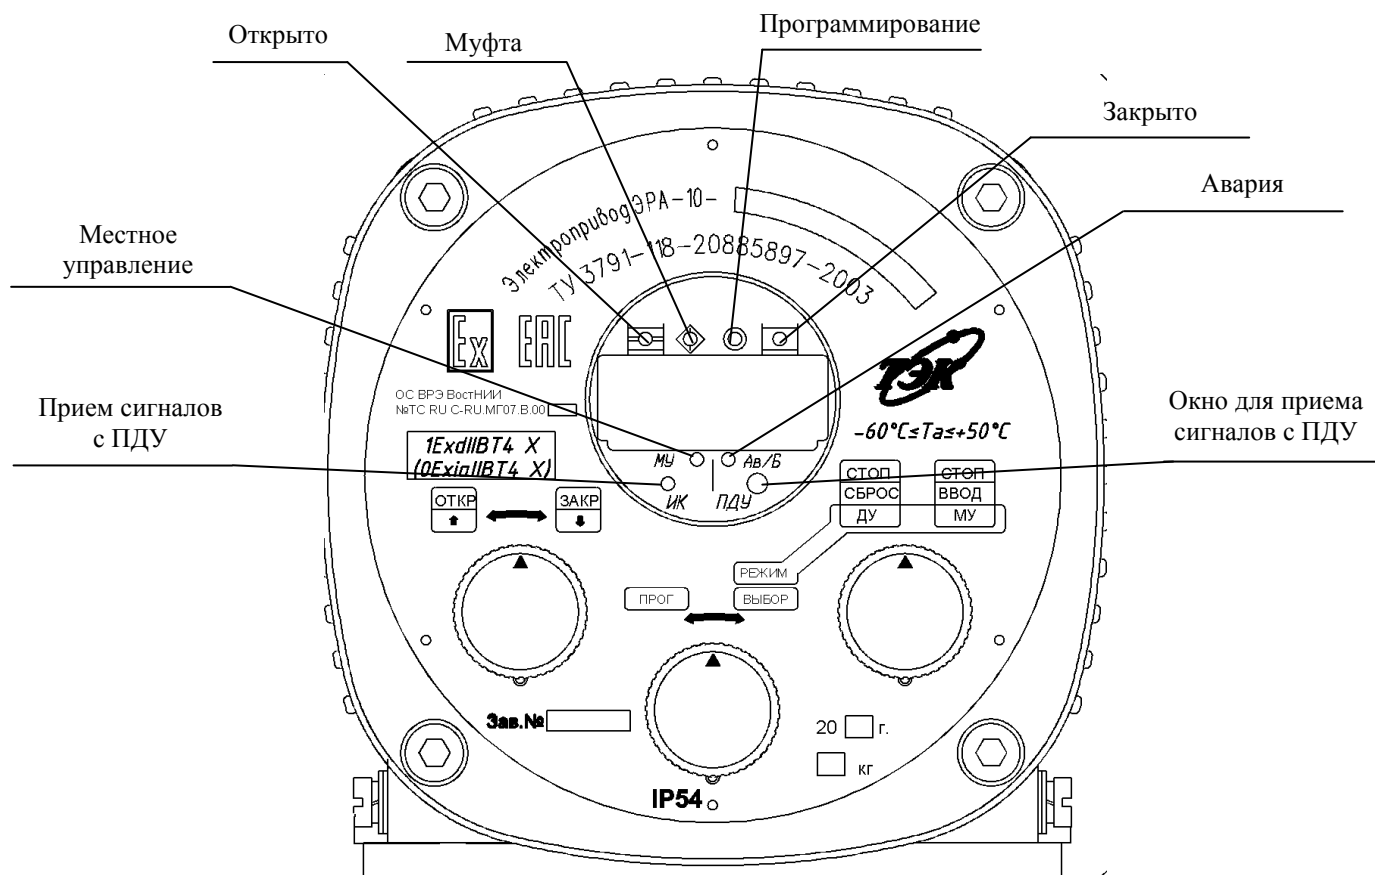

Рисунок 2 – Лицевая панель ПМУ
Пост местного управления позволяет управлять электроприводом и производить его настройку непосредственно по месту установки. На лицевой панели ЭРА-10 расположены окно индикации и ручки управления, предназначенные для переключения режимов и ввода команд. В окне индикации расположены символьный индикатор и несколько единичных световых индикаторов (см. рисунок 2).
– о параметрах электропривода на четырехзначный семисегментный индикатор, расположенный на лицевой панели (см. рисунок 2). Выбор просматриваемого параметра осуществляется посредством ПДУ либо ПМУ.